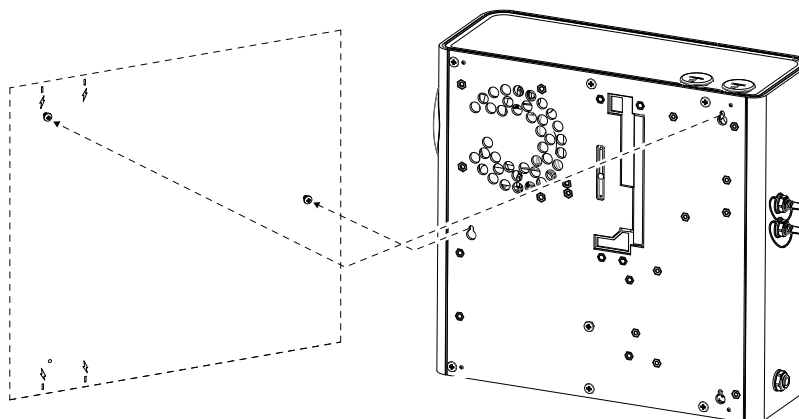

Рис. 4-13: Монтаж извещателя
8. Установите извещатель на два винта (Рис. 4-13).